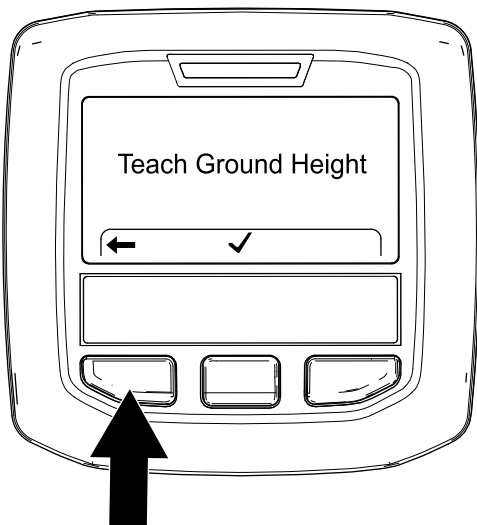

Figure 71
- Appuyez sur le bouton gauche de l'InfoCenter pour quitter l'application Teach Ground Height (apprentissage de la hauteur par rapport au sol) (Figure 71).